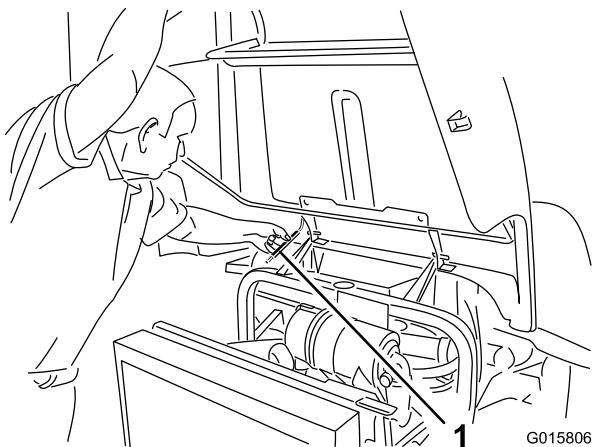

Figura 29
2. Sollevate il cofano fino a quando non è possibile posizionare l'asta di sostegno dietro il tubo del telaio (Figura 29).